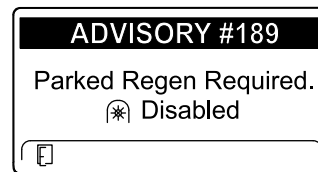

図 37
- 時間以内に駐車再生を行わないと、インフォセンターに駐車再生要求が表示され、PTO が無効化され、アドバイス No.189 が表示されます 図 37。